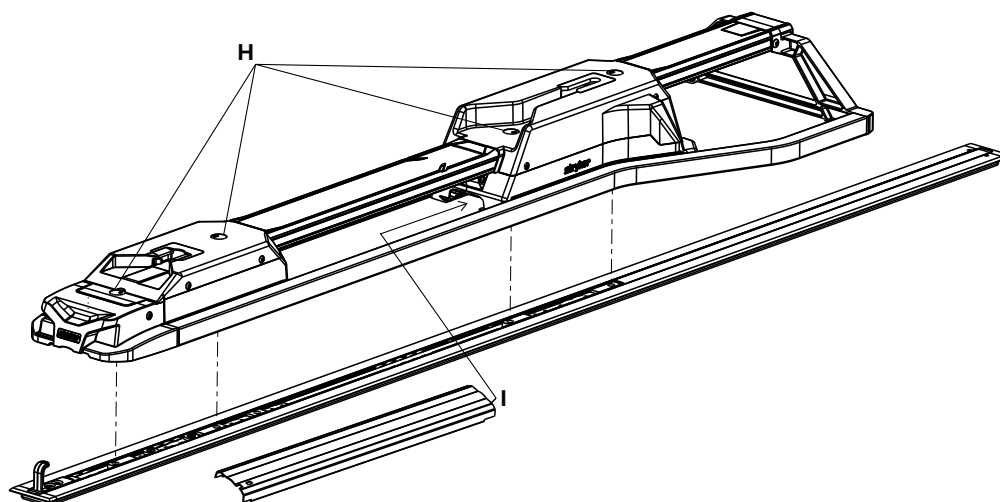

Figura 17 – Collegamento del dispositivo di ancoraggio
17. Ruotare i coperchietti girevoli (H) di mezzo giro per accedere ai bulloni collegati alla piastra a pavimento situati sotto i coperchietti stessi (Figura 17).
19. Con una chiave a brugola da 3/8 di pollice, installare gli altri tre bulloni collegati alla piastra a pavimento (H) nelle due barre (Figura 17).
23. Inserire il lato senza tacca del gruppo del coperchio centrale (6392-001-011) (I) nell'apertura dell'alloggiamento del lato testa (Figura 17).
- _____ Con una chiave dinamometrica, serrare tutti i quattro bulloni collegati alla piastra a pavimento (A) a 60±10 ft-lb (81 ±14 Nm) (Figura 17).